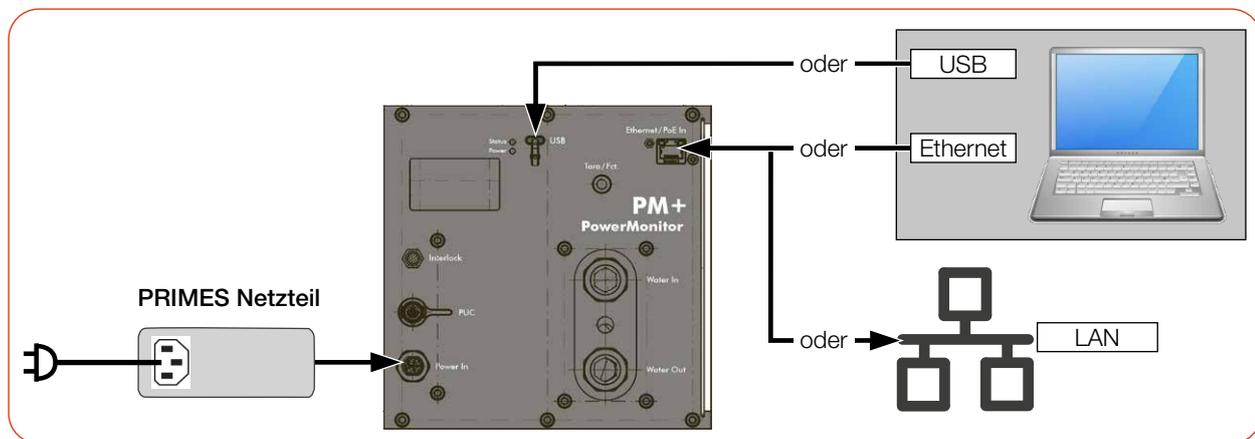

Abb. 8.4: Spannungsversorgung über PRIMES Netzteil, Datenübertragung über USB oder Ethernet
► Schließen Sie das PRIMES Netzteil und das Kabel gemäß der Abb. 8.4 auf Seite 28 an.